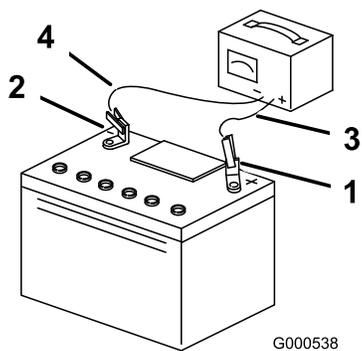

Figure 34
3. Quand la batterie est chargée au maximum, débranchez le chargeur de la prise, puis débranchez les fils du chargeur des bornes de la batterie (Figure 34).